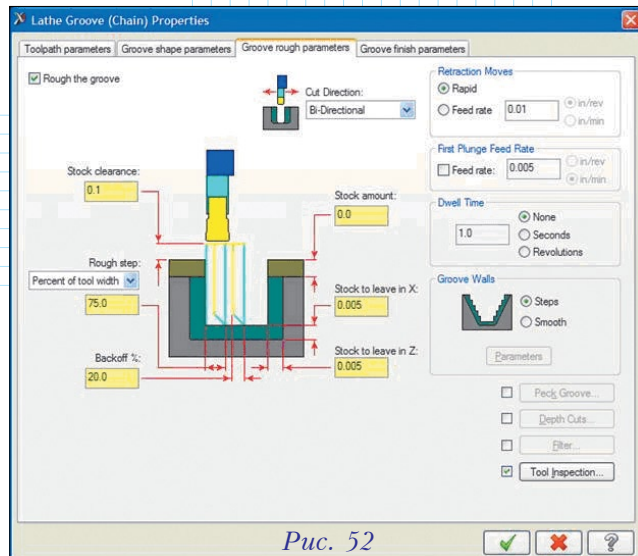
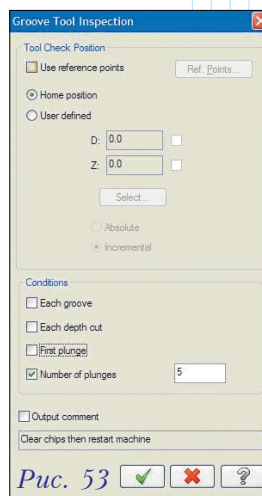

Рис. 52
Рис. 53
*parameters* (рис. 52) Для осмотра инструмента предлагаются следующие варианты (рис. 53):